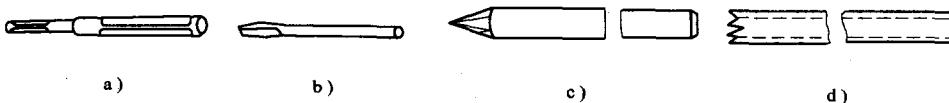

图 1-16 电工用凿
12. 电工用凿 电工用凿按用途不同分为麻线凿、小扁凿和长凿等，其外形如图 1-16 所示。